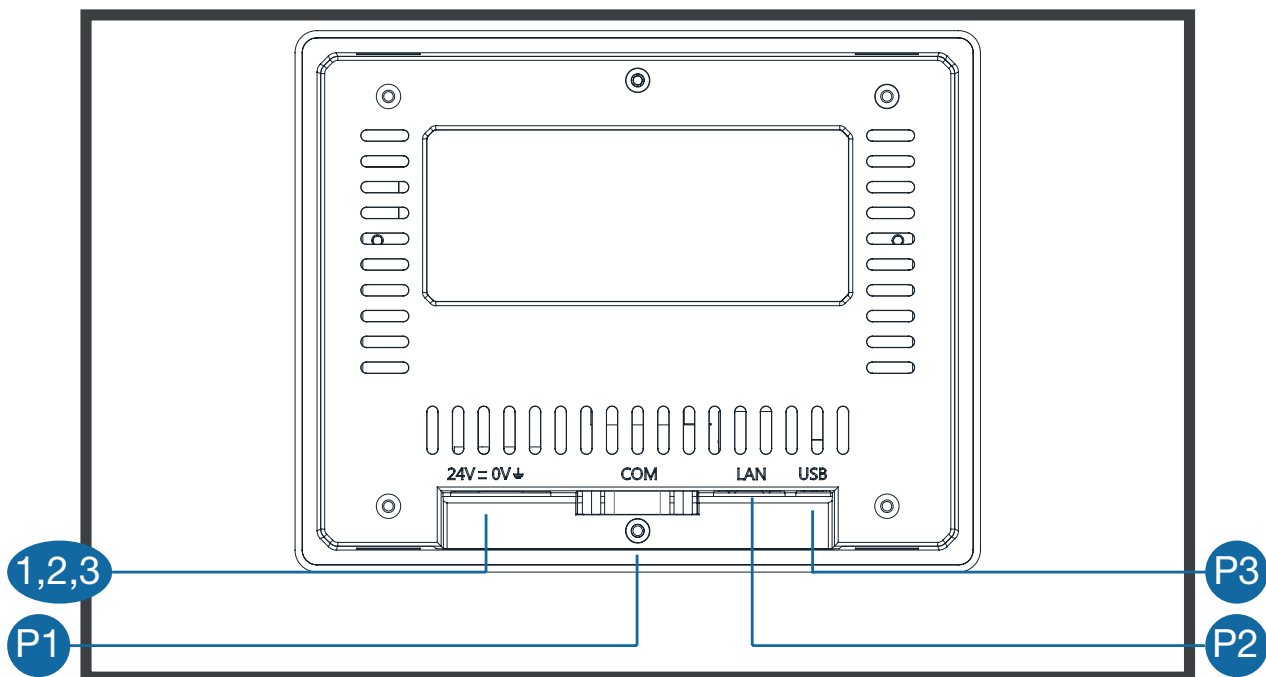

Fig. 3 HMI
L'HMI (**Fig. 3 a pag. 14**) è dotata di:
- alimentazione (**1,2,3 - Fig. 3 a pag. 14**),
- porte di comunicazione (**P1 - Fig. 3 a pag. 14**),